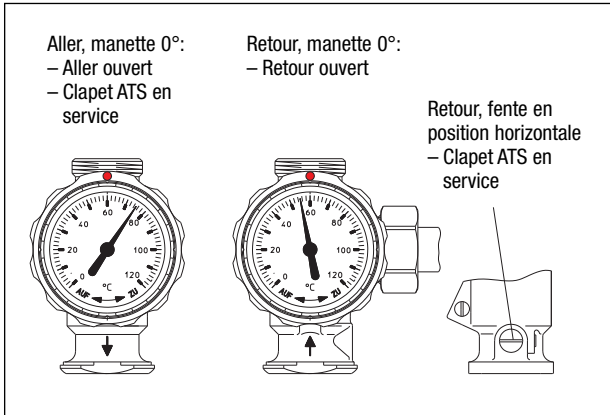

Fig. 24: Position des robinets à tournant sphérique
- Positionner les robinets à tournant sphérique et le clapet ATS (1) et (2) comme illustré (voir fig. 24).
- Placer un bassin collecteur (13) résistant à chaleur en dessous de la conduite de décharge de la soupape de sécurité (9). Lors de l'utilisation d'un bidon solaire plastique vide, remplir celui-ci de plusieurs litres d'eau comme protection thermique et faire plonger la conduite de décharge dans l'eau.